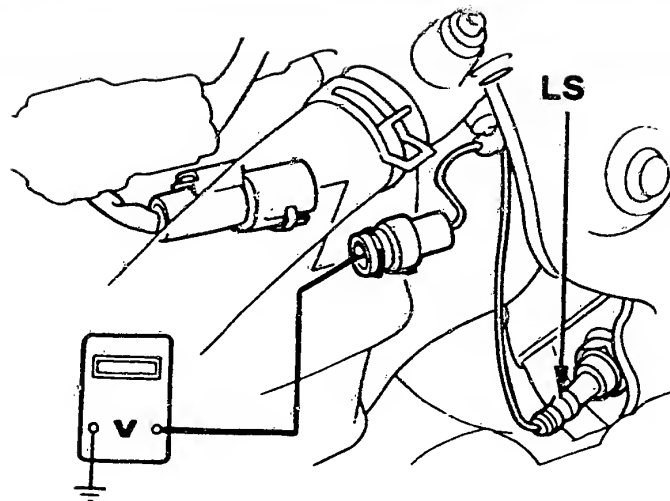

Bild 24 Ausmessen der Lambdasonde (LS) mit dem Voltmeter.
- Am betriebswarmen Motor Sondensteckverbindung abziehen und zwischen Stecker und Masse ein Voltmeter anschliessen (Bild 24). Beim Beschleunigen des Motors mit weitgeöffneter Drosselklappe soll eine Spannung von über 0.6V, während dem Verzögen ab 5000/min bei geschlossener Drosselklappe von unter 0.4V gemessen werden. Wenn nicht, ist die Lambda-Sonde zu ersetzen.